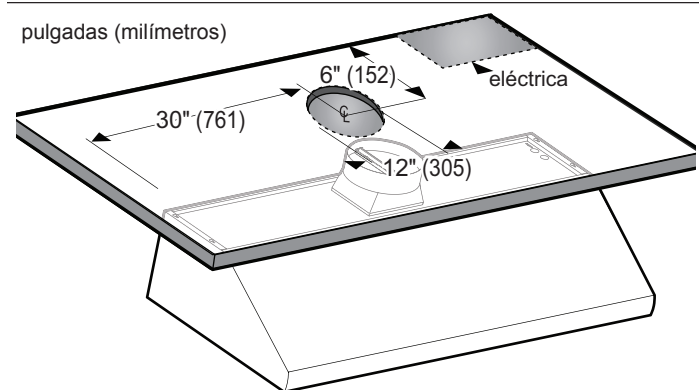

**Figura 10: Colgar la campana**
- Sobre el soporte de madera, dibuje los lugares que se usarán para colgar la campana, como se muestra en la *Figura 10*.